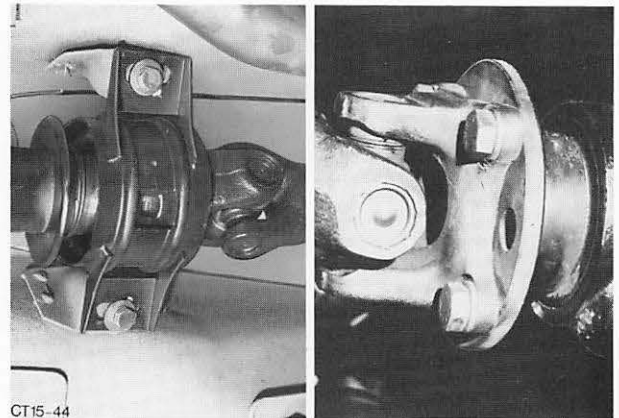

Abb. 114 Befestigung – Gelenkwelle
1. Gelenkwelle vom Flansch – Antriebskegelrad abbauen (4 Schrauben). Abb. 114.
2. Bei geteilter Gelenkwelle Mittellager abschrauben (2 Schrauben). Abb. 114.